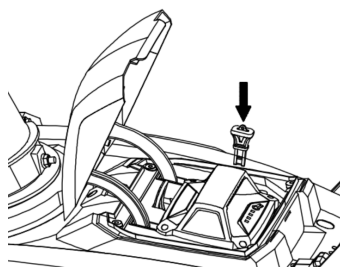

Fig.3
2. Inserte la llave de seguridad en la ranura y cierre la tapa del compartimiento de la batería como muestra la Fig. 3.